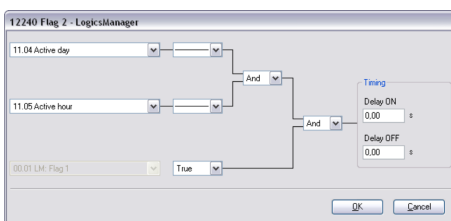

Abb. 255: LogicsManager-Funktion „Merker 2“
2. Konfigurieren Sie die LogicsManager-Funktion „Merker 2“ (Parameter 10701 ↪ S. 524/↪ S. 992/↪ S. 996), wie in Abb. 255 gezeigt.